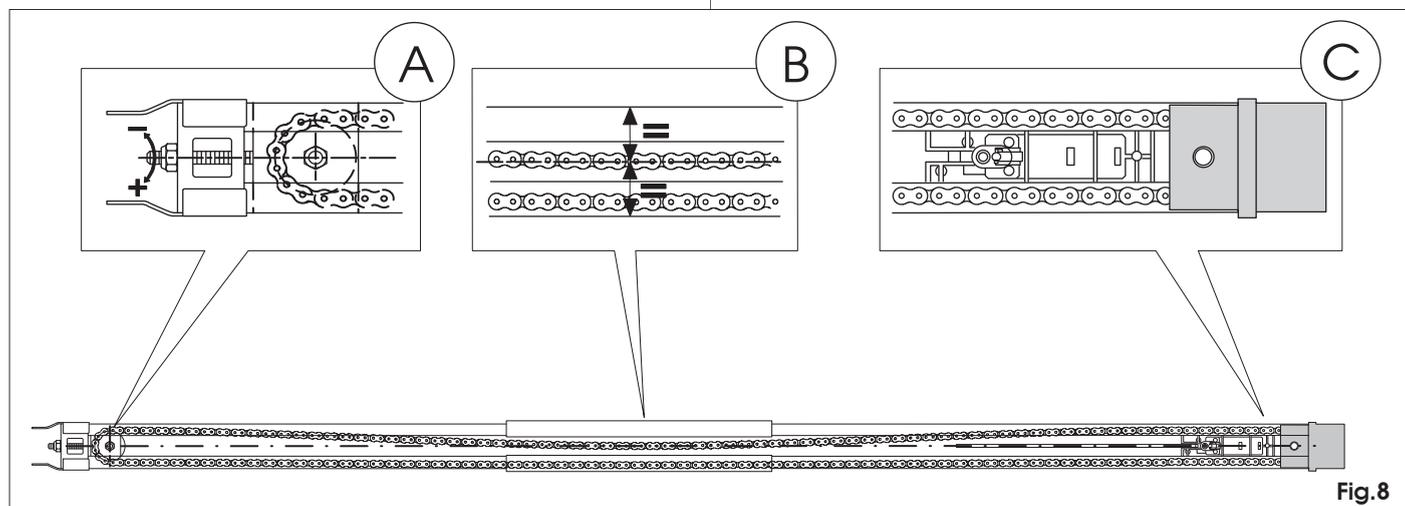

Fig.8
- 5) Coucher le rail de guidage sur le côté (Fig. 8)
- 6) Pousser le chariot à proximité du groupe d'embrayage de la traction (Fig. 8 réf. C).
- 7) Régler le tendeur (Fig. 8 réf. A) de manière à ce que la zone centrale de l'anse, formée par la branche supérieure de la chaîne, coïncide plus ou moins avec le milieu du rail de guidage (Fig. 8 réf. B)